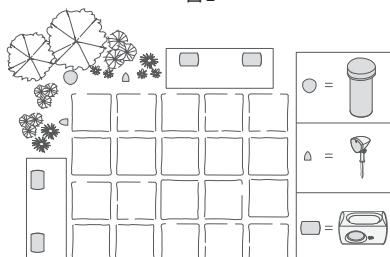

图 4
- 结合 Definitive Technology AW 系列屋檐下户外扬声器使用（见图 4）